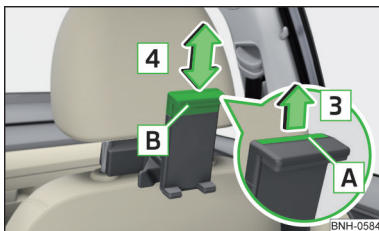

Fig. 100
► Pentru **adaptarea înălțimii suportului**, trageți curelușa de siguranță **A** în sensul săgeții **3** și deplasați piesa **B** în sensul săgeții **4** în poziția dorită » fig. 100.